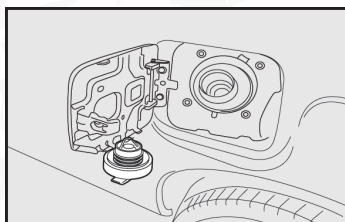

fig. 82
- Luego de retirada la tapa de su alojamiento, colóquela en el soporte sobre la compuerta fig. 82.